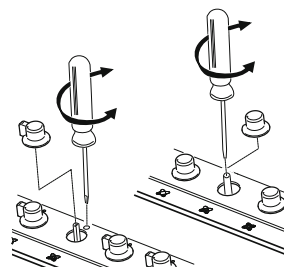

Fig. 8: regolazione del minimo
2. Estrarre la manopola del rubinetto gas e agire sulla vite di regolazione [Fig.8] all'interno o a lato dell'astina del rubinetto (a seconda dei modelli), fino ad ottenere una fiamma minima regolare. In presenza di rubinetto gas a 2 vie [Fig. 12-13] vi sono 2 viti di regolazione del minimo.